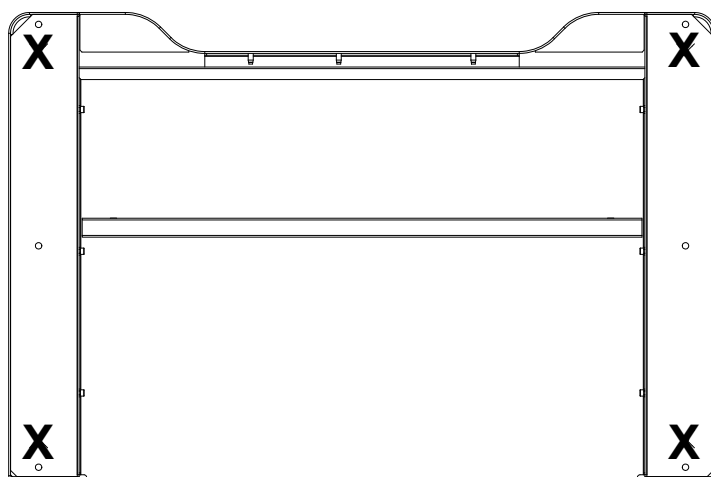

図 19. フレームのフットの場所を示しているフレームの下部
6. フレームをスキッドにボルト止めするために取り外されたフレームのフットを探して、69 ページの図 19 に示す場所に再度取り付けてください。